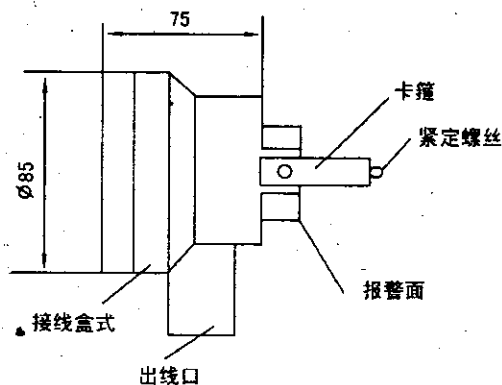

图 2
(1) SK-01 报警器该报警器是专用于磁性浮球液位计的报警开关, 在报警器内装有自保持型式的开关元件。该开关装在相应的报警点位置, 当浮子移动时开关响应动作(由开到关), 并保持该状态, 当浮子反方向回来时, 开关由关到开, 里面的开关元件分国产和进口两种供用户选择, 测量点数也由用户选择。(见图 2)